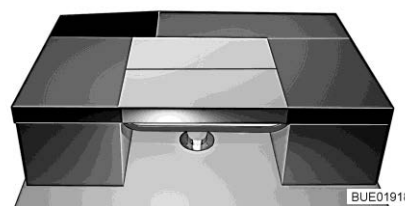

Fig. 164 Dopo la trasformazione
- Posizionare il cuscino dello schienale dei sedili trasversalmente sul tavolo (vedi Fig. 164).